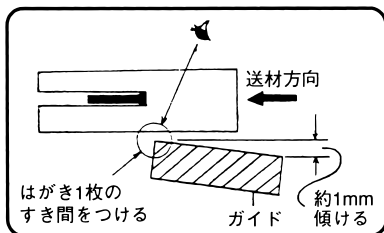
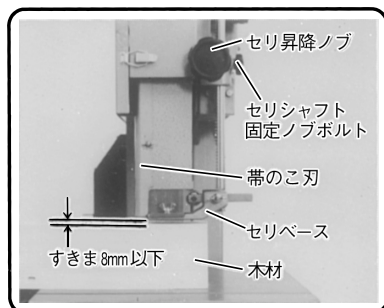

図 22
図 23
ガイドを図22のように帯のこ刃に対して1mmぐらい傾けて、この挽き作業のときガイド先端を目安として木材を送る方法が挽き曲がりを防ぐ“コツ”です。
(1) セリシャフト固定ボルトをゆるめ、木材とセリベースのすきまが8mm以下になるよう調整します。(図23)
(2) 起動ボタン **ON** を押し、モーターを起動させて、帯のこ刃を回転させます。
(3) テーブルの上に木材を静かに載せ、ゆっくりと送り込みます。
(4) 木材の送り込みは図22のようにガイドの先端を目安にします。